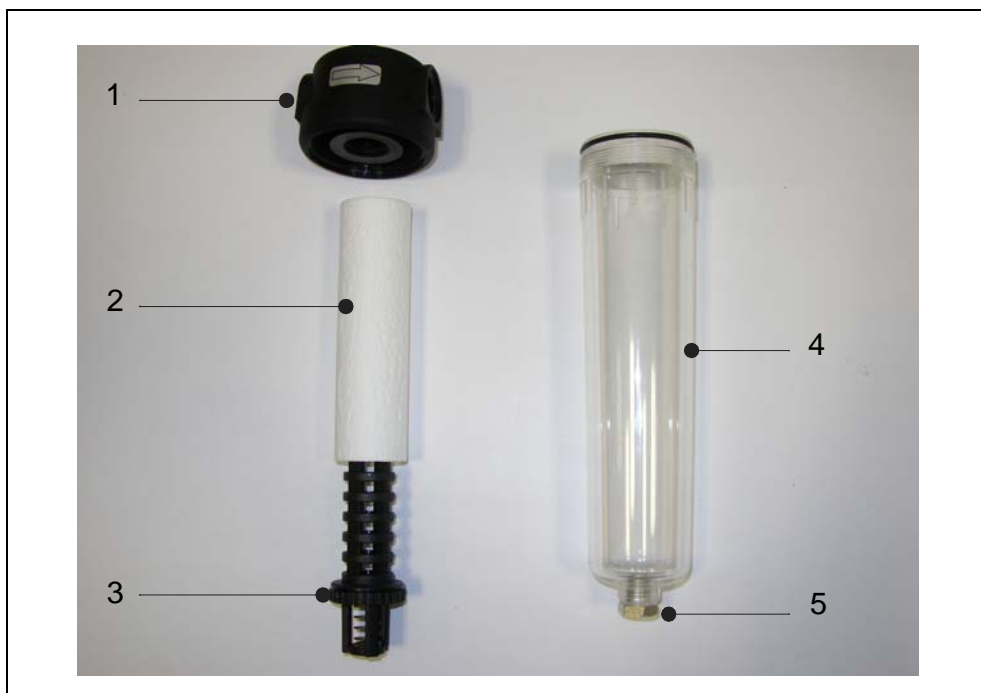

Fig. 9-5 Filterelement uitlaatfilter
- Schroef de zeskantbout aan de onderkant van het reservoir los en laat de olie in een geschikt vat afvloeien. Zie hiervoor Fig. 9-5/5. Voer de olie volgens de plaatselijke voorschriften af.
- Draai de filterschroef Fig. 9-5/3 met de hand los, neem het filterelement eruit en voer dit af volgens de voorschriften.